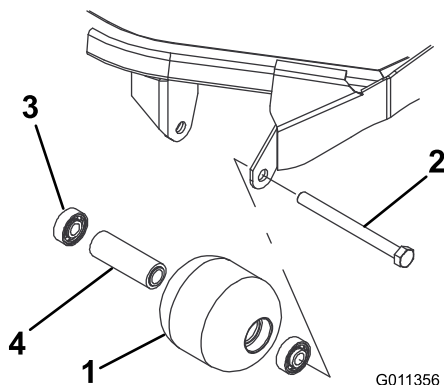

Figura 98
1. Retire el perno de montaje del rodillo (Figura 98).
4. Inspeccione el alojamiento del rodillo, los cojinetes, y el espaciador del cojinete (Figura 98) Sustituya cualquier componente dañado y móntelos.
1. Introduzca a presión el primer cojinete en el alojamiento del rodillo (Figura 98). Haga presión solamente sobre el anillo de rodadura exterior, o de forma igual sobre el anillo exterior y el interior.
2. Introduzca el espaciador (Figura 98).
3. Introduzca a presión el segundo cojinete en el alojamiento del rodillo (Figura 98). Presione de manera uniforme sobre el anillo de rodadura interior y el exterior hasta que el anillo de rodadura interior entre en contacto con el espaciador.